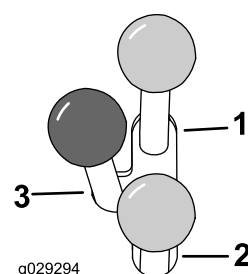

Figure 12
- Pour utiliser un accessoire hydraulique en marche avant, poussez le levier de commande hydraulique auxiliaire vers l'avant (Figure 12).
- Pour utiliser un outil hydraulique en marche arrière, poussez le levier de commande hydraulique auxiliaire en arrière (Figure 12).
Remarque: Si vous relâchez le levier alors qu'il est en position de fonctionnement AVANT ou ARRIÈRE, il revient automatiquement en position POINT MORT (Figure 12).